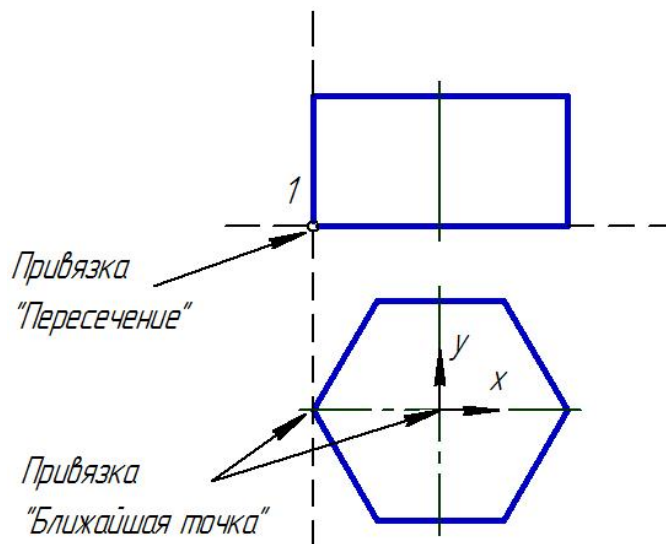

Рис. 1.27. Построение фронтального и горизонтального очерков детали
3. Начертите фронтальный очерк призмы (рис. 1.27):